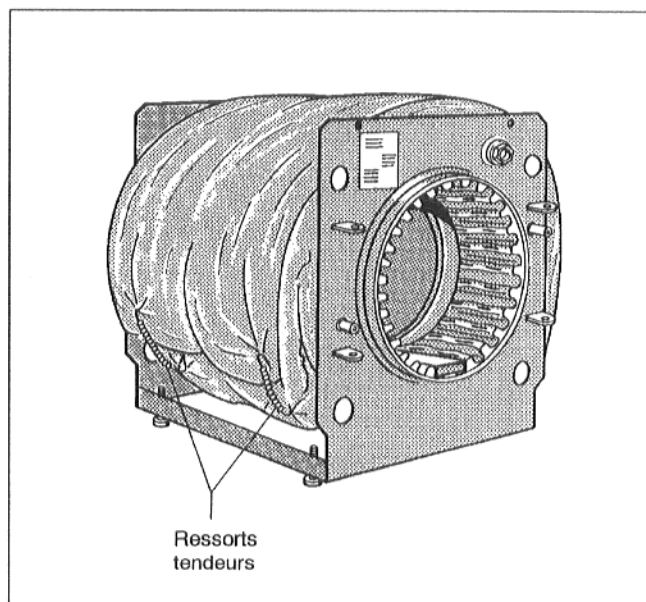

Fig. 6
- Fixer le matelas calorifuge à l'aide de 2 ressorts tendeurs (Fig. 6).